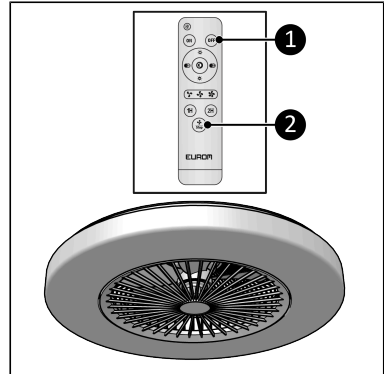

Abbildung 51.
1. Drücken Sie den LED-AUS-Schalter (Abbildung 51, Pos. 1).
1. Drücken Sie den Ventilator-AUS-Schalter (Abbildung 51, Pos. 2).